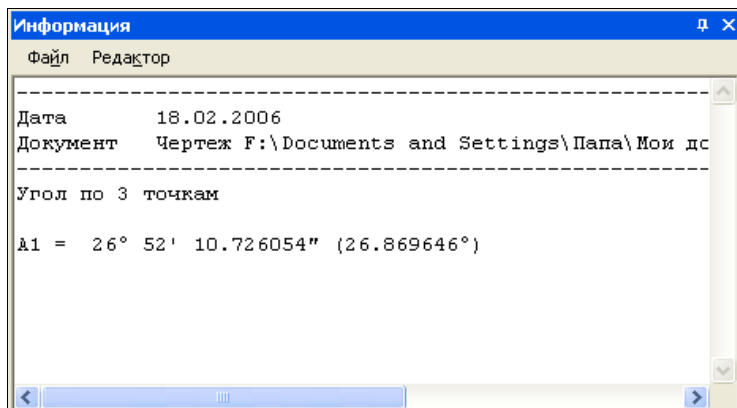

Рис. 19.8. Окно **Информация** с результатами измерения угла, заданного тремя точками
**Угол, заданный 3 точками**, — измеряет угол по трем точкам. После вызова команды последовательно укажите курсором точки **o1**, **t1** и **t5**. В диалоговом окне **Информация** появится значение угла, образованного заданными точками (рис. 19.8). На Панели свойств, в связи с этим, интересны кнопки: